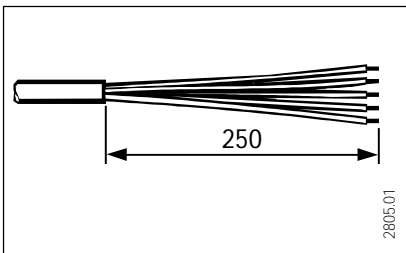

Abb. 9/Fig. 9/Afb. 9
KV 30 réf. 00 08 26, pression de la conduite d'eau jusqu'à 4,8 bar (fig. 9, A)
KV 40 réf. 00 08 28, pression de la conduite d'eau jusqu'à 10 bar (fig. 9, B)
- Installeer de gekeurde veiligheidsgroepen KV 30, bestelnr. 00 08 26, tot 4,8 bar waterleidingdruk (afb. 9, A).
KV 40, bestelnr. 00 08 28, tot 10 bar waterleidingdruk (afb. 9, B).
- Anschlußleitung vorbereiten, siehe Abb. 9.
- Connect the cable, see Fig. 9.
- Dénuder le câble d'alimentation, voir fig. 9.
- Aansluitleiding installeren, zie afb. 9.